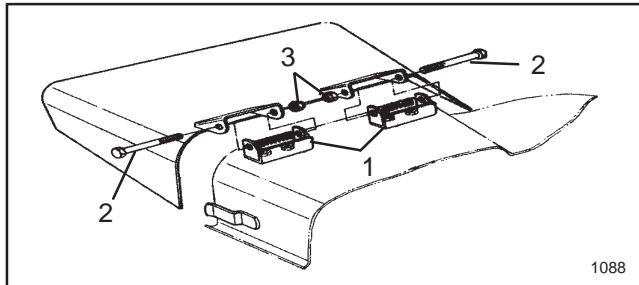

Abbildung 3
1. Die Kopfschrauben, Sicherungsmuttern und Federn entfernen, mit denen die Ablenkleblechhalterungen am Schwenkbügel befestigt sind. Das Ablenkleblech entfernen (Abb. 3).
2. Die Schloßschrauben, Sicherungsscheiben und Muttern entfernen, mit denen der Schwenkbügel am Gehäuse befestigt ist (Abb. 3).